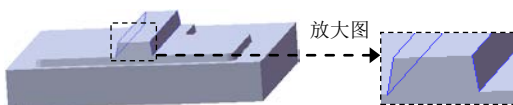

图 16.6.11 拔模 2
(4) 定义拔模参数。
① 定义拔模类型。在 **拔模类型(T)** 中选取 **中性面(N)** 选项。
② 定义拔模角度。在“拔模”对话框中 **拔模角度(G)** 区域的  文本框后输入拔模角度值 10.0。
③ 定义拔模沿面延伸。在 **拔模面(F)** 区域的 **拔模沿面延伸(A):** 中选取 **沿切面** 选项。
(5) 单击  按钮，完成拔模 1 的创建。
Step6. 创建图 16.6.11 所示的零件特征——拔模 2。
(1) 选择命令。选择下拉菜单 **插入(I)** → **特征(F)** →  **拔模(D)...** 命令（或单击“特征(F)”工具栏中的  按钮）。